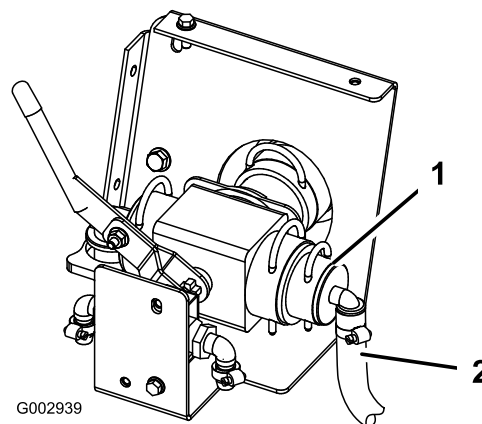

Figura 45
22. Collegate il gruppo flessibile da 3/4 poll. al gruppo valvola di comando rivolto verso la parte anteriore del veicolo (Figura 45).